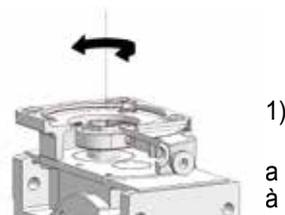

fig. 2
- coloque o redutor na vertical com o flange do motor virado para cima (ver fig. 2);
- colocar o colar de bloqueio de modo que a cabeça do parafuso de aperto esteja alinhada com um dos furos de acesso presentes na flange do redutor, tendo previamente removido os relativos tampões de fechamento (ver fig. 2);